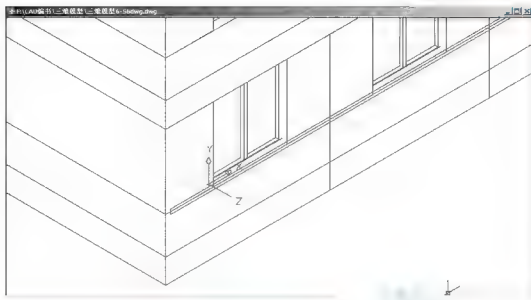

图 6.64 绘制窗台
- (3) 在指定下一个点或 [圆弧 (A)/ 半宽 (H)/ 长度 (L)/ 放弃 (U)/ 宽度 (W)]: 提示下，输入“W”后按 Enter 键。
- (4) 在指定起点宽度 <0.0000>: 提示下，输入“120”。
- (5) 在指定端点宽度 <120.0000>: 提示下，按 Enter 键执行尖括号内的默认值“120.0000”。
- (6) 在指定下一点或 [圆弧 (A)/ 闭合 (C)/ 半宽 (H)/ 长度 (L)/ 放弃 (U)/ 宽度 (W)]: 提示下，打开【正交】功能，将光标向 X 轴的正方向拖动，输入“20220”，表示该窗台线长度为 20220mm。
- (7) 按 Enter 键结束命令，结果如图 6.64 所示。